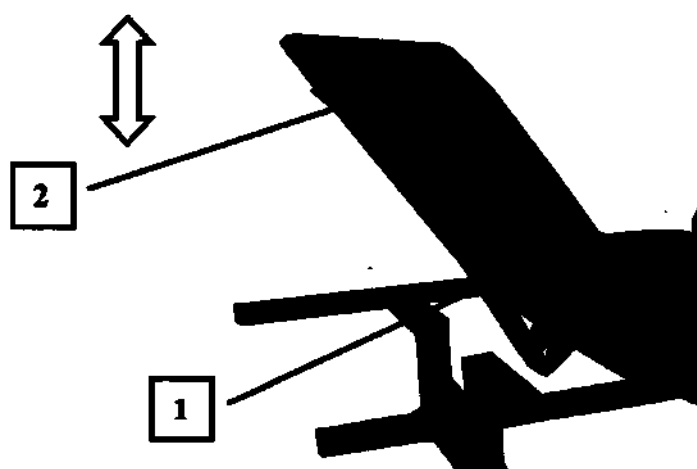

Рисунок 10 - Регулировка угла подъема/опускания передней (задней) секции стола.
7.4.1 Для изменения угла передней секции столов в модификациях «СМТ-«Кинезо-Эксперт»-Б2.1 (Б2.2/Б2.3/Б2.4)» или передней/задней секции стола в модификациях «СМТ-«Кинезо-Эксперт»-Б3.1 (Б3.2/Б3.3/Б3.4)», следует снять блокировку газового амортизатора (рисунок 10 поз.1), отжимая и придерживая рукоятку (стопор) (рисунок 10 поз.2), установить требуемое положение передней (задней) секции и снова заблокировать газовый амортизатор, отпуская рукоятку (стопор).